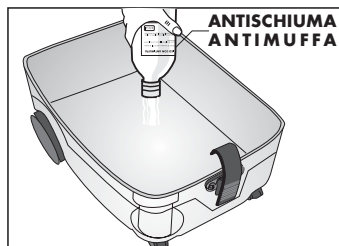

Fig. 7
Ad ogni utilizzo di Gi Multix Power con detergente si deve procedere a versare l'antischiuma-antimuffa nel serbatoio di recupero (G), nelle quantità indicate sul flacone fornito. Questa procedura consente di evitare la formazione di schiuma in detto contenitore che, altrimenti, potrebbe compromettere il normale funzionamento dell'apparecchio. Mentre, l'antimuffa evita che nel tempo (max 30gg) si formino muffe nel serbatoio, lasciato a riposo non perfettamente pulito e asciutto (**Fig. 7**).